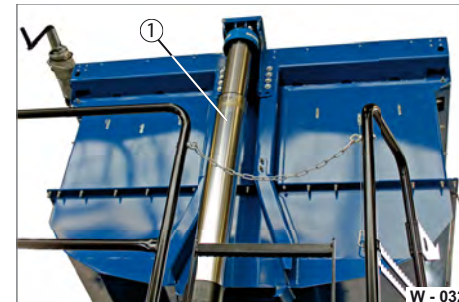

Abb. 35 Teleskop-Zylinder prüfen
- ▶ Fahren Sie die Kolben des Teleskop-Zylinders (Abb. 35/1) mehrmals komplett aus- und ein.